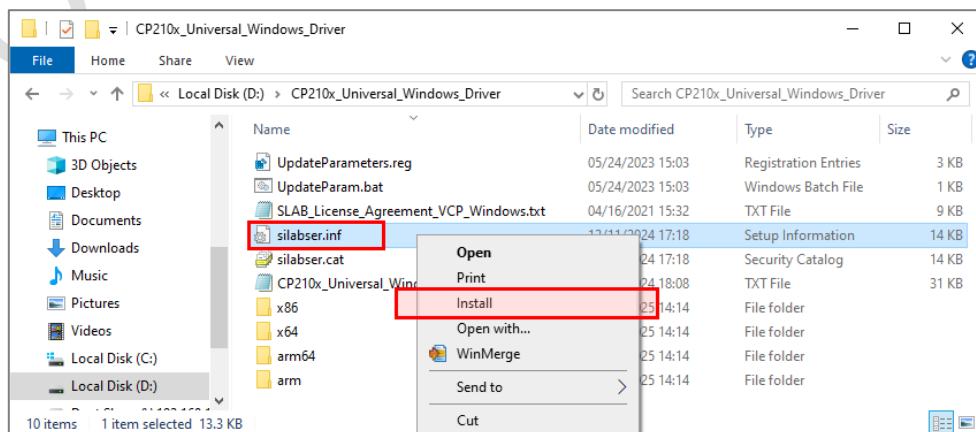

图 8：安装串口驱动 1
2. 解压安装包 → 右键单击【silabser.inf】→ 点击【Install】，如图 8 所示。